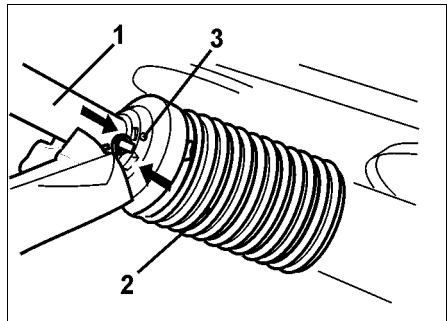

Fig. 23
- Schutzhälfte (Fig. 23/1) aufschieben und Schutztrichter (Fig. 23/2) in Montageposition drehen.
- Arretierungsschraube (Fig. 23/3) eindrehen.